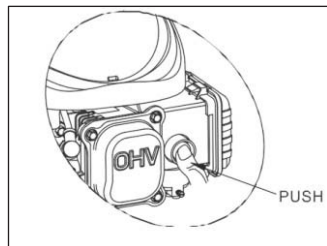

Fig. 2A
a) Premere la pompa del carburatore per 3-5 volte (Fig. 2A).